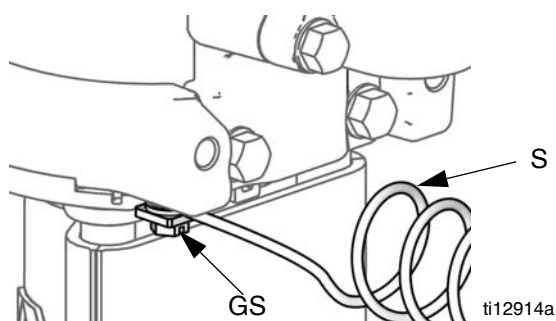

Рис. 4. Заземление насоса.
**Насос:** см. Рис. 4. Убедитесь, что винт заземления (GS) прикреплен и надежно затянут на пневмодвигателе. Подсоедините другой конец провода заземления (S) к реальному заземлению.